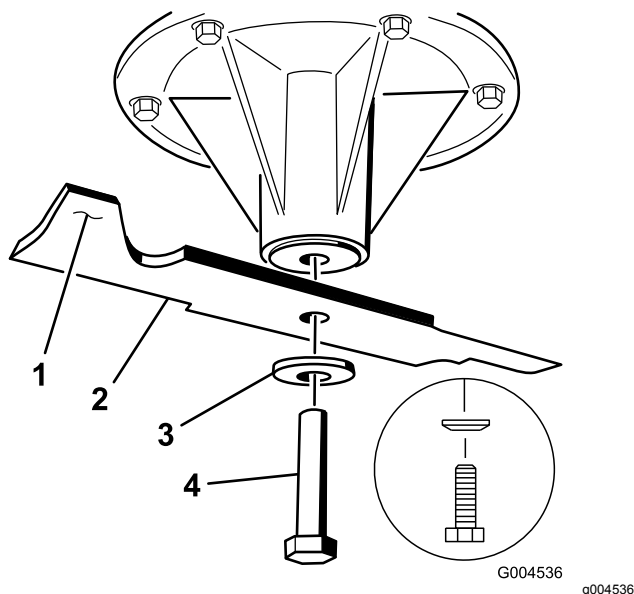

Figure 80
2. Enlevez de l'axe, le boulon, la rondelle bombée et la lame (Figure 80).